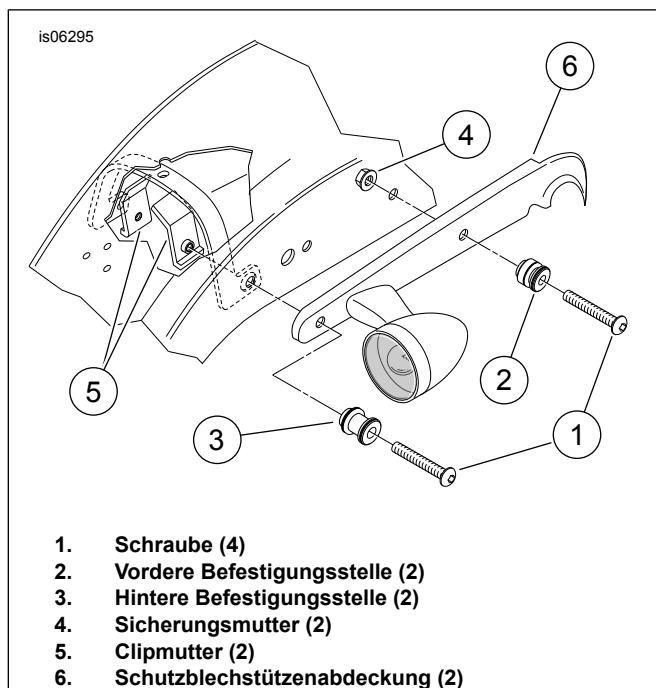

Abbildung 3. Befestigungspunkte – nur für starre Zubehörteile oder Satteltaschen
1. Siehe Abbildung 3. Den Befestigungsteilesatz **90201424** nach den Anweisungen des betreffenden Satzes einbauen.